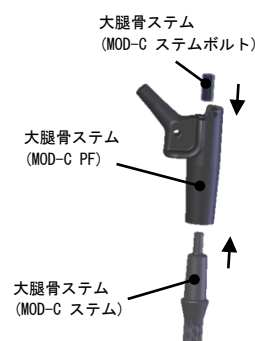
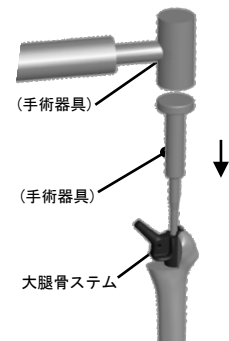

図 a-2
図 a-3
- 2) トルクレンチ等の専用手術器具を使用して、大腿骨システムを体外で組み立て (図 a-2)、これを形成した髓腔に設置する (図 a-3)。